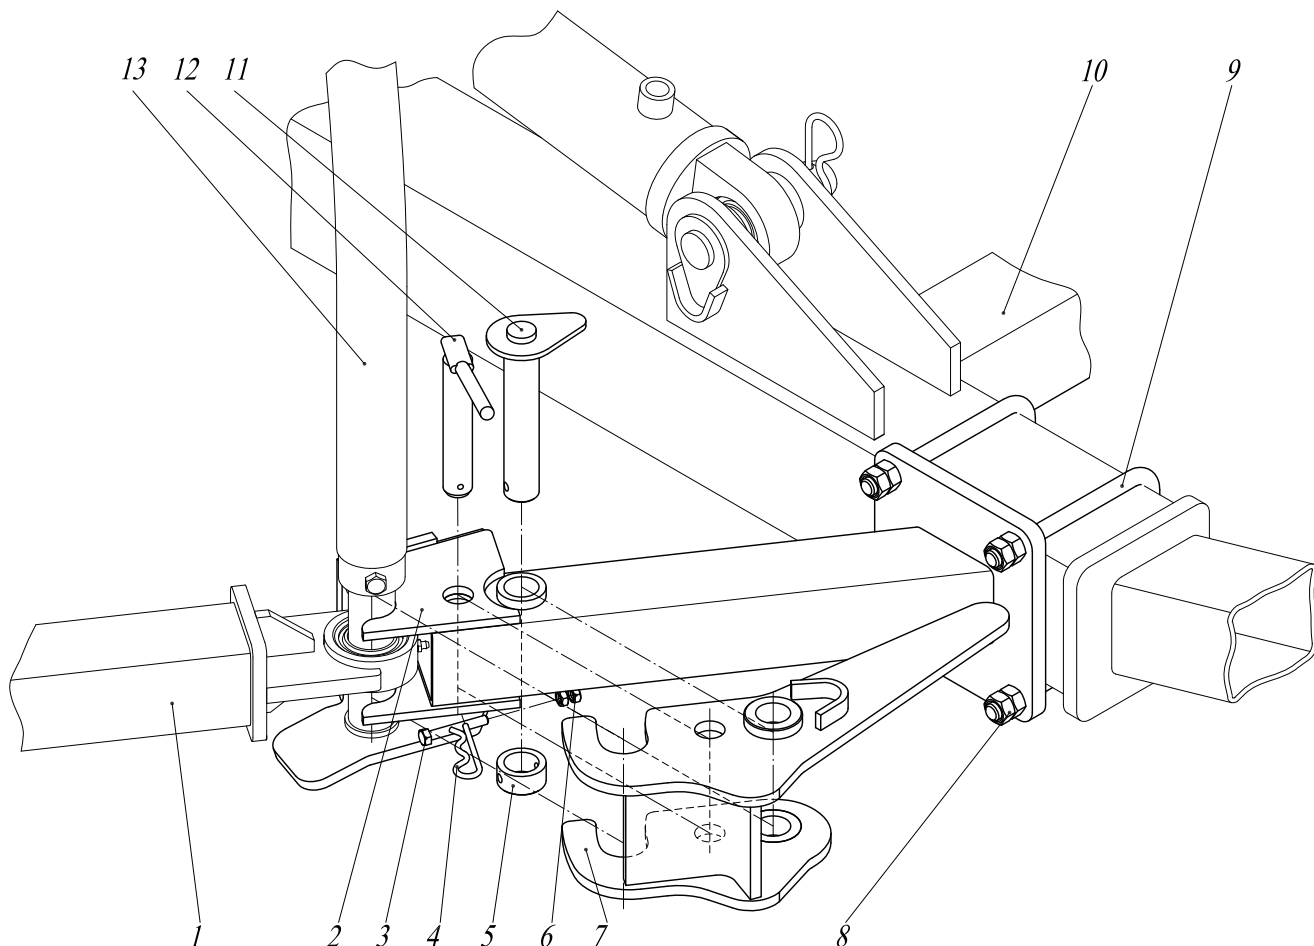

Рис.15 Кронштейн в сборе СГВ 01.190 (СГВ 01.190-01)
2.1.11. Через кронштейны в сборе (рис.15) растяжками в сборе 1 боковые балки связаны со сницей 10. Кронштейн в сборе состоит из кронштейна 2, который включает в себя опору оси водила 13 и захват этой оси, и крепится на снице 10 скобами 9 и гайками 8. На кронштейне 2 осью 11 крепится замок 7. Замок 7 фиксируется в рабочем или транспортном положениях фиксатором 12.